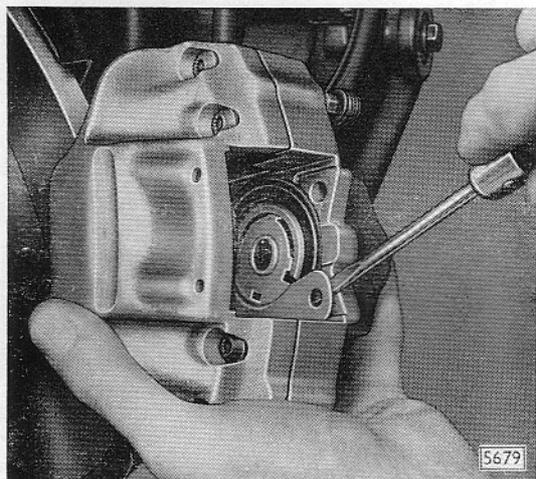
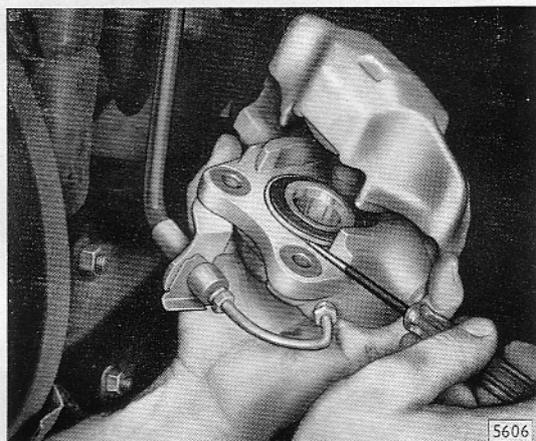

Bild B 13 - Verdrehsicherungsblech aus Kolben herausdrücken
Bild B 14 - Klemmring von Gummischutzkappe abdrücken
5. An beiden Sattelgehäusen Verdrehsicherungsblech für Kolben aus Kolben herausdrücken (Bild B 13), dann Klemmring mit dünnem Schraubenzieher von Gummischutzkappe abdrücken (Bild B 14). Kappe vom Bund des Gehäuses abziehen.